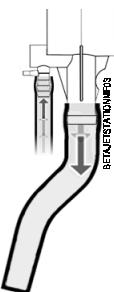

図3. チューブ接続
- 図3のように、放出チューブを(発泡抑制チューブの上を通り)大きなかえしまで配管し、タイラップでかえしに固定します。
- 図3のように、薬剤取り上げチューブを小さなかえしに接続します。